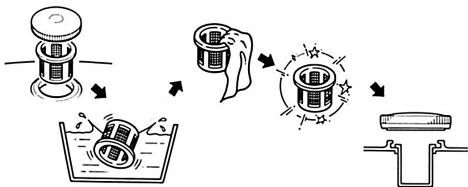

Рис. 15 Обслуживание фильтра топливного бака
Топливный фильтр (2), установленный в горловине бака, проверяйте при каждой заправке бака топливом. При необходимости вынимайте сетчатый фильтр из бака и производите его очистку (Рис. 15).
3. Выкрутите из топливного бака выходной штуцер (Рис. 15 п. 4) и произведите его очистку. Внимательно осмотрите сетчатый фильтр. При обнаружении механических повреждений замените штуцер топливного бака.